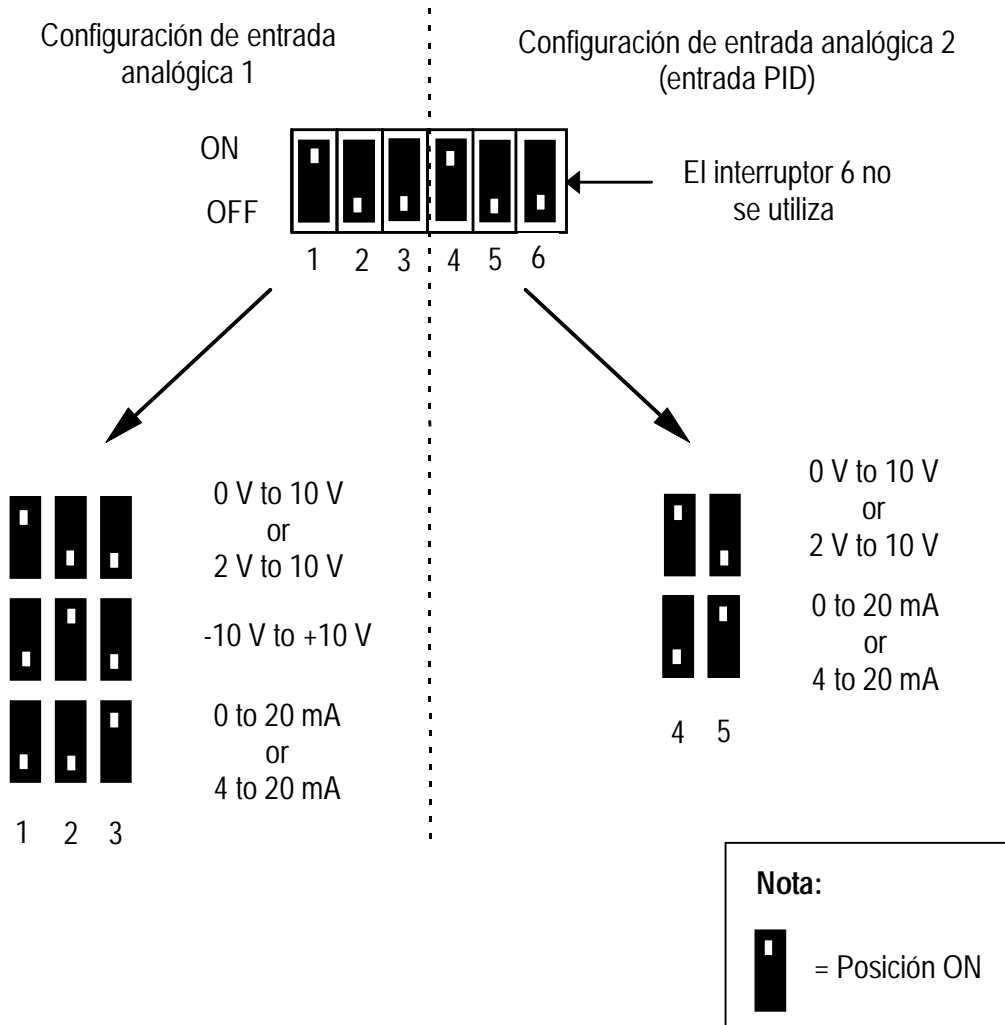

Figura 4.1.2. Interruptores DIP
Los interruptores DIP realizan la selección entre entradas analógicas de tensión (V) y de intensidad de corriente (I). Asimismo, realizan la selección entre una señal de retroalimentación PID de tensión o de intensidad de corriente (véase la figura 4.1.2: Interruptores selectores DIP). Sólo se puede tener acceso a estos interruptores cuando:
Los cinco interruptores DIP se han de ajustar de acuerdo con P023 o P323 según vaya a ser el funcionamiento del convertidor. La figura 4.1.2 que sigue a continuación, muestra los ajustes de los interruptores para los diferentes modos de funcionamiento.